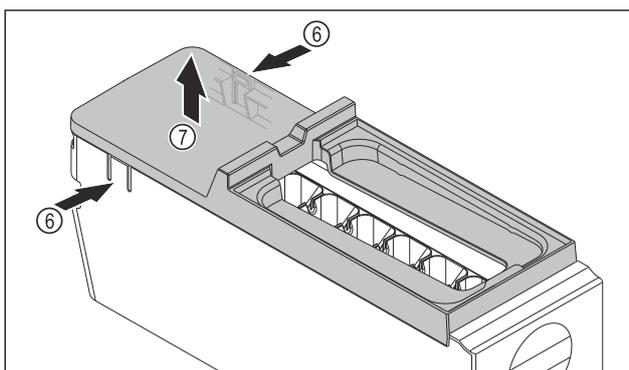

Fig. 112
- ▶ Wyjmowanie osłony korpusu EasyTwist-Ice: Docisnąć jedną ręką nakładki Fig. 112 (6) po obu stronach korpusu EasyTwist-Ice.
- ▶ Drugą ręką wyjąć osłonę Fig. 112 (7) ku górze.